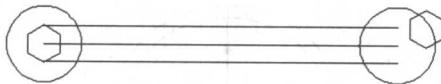

图 1-18
(6) 单击“修改”|“偏移”命令，将该圆弧向上下各偏移 7.5，结果如图 1-18 所示。